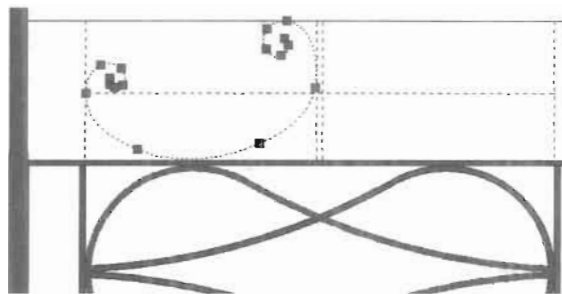

图 5-96
(10) 单击“绘图”工具栏中的“样条曲线”按钮, 绘制出如图 5-96 所示的图形, 这个图形很难一次性绘制好, 可以先绘制出一个大体形状, 然后再仔细调整夹点。